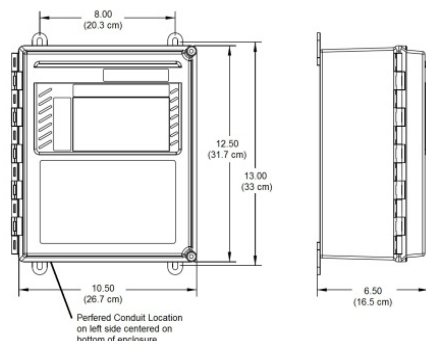

Figura 1
Paso 3: Consulte el diagrama de los recintos de la serie APEX (Figura 1). Observe las ubicaciones sugeridas en la parte inferior o en el lado izquierdo de la caja del supresor para perforar los agujeros para dirigir el conducto desde la fuente de alimentación de CA hasta el conjunto del supresor. Las aberturas destinadas a dar paso a los conductores del cableado de CA pueden perforarse en cualquier lugar de la carcasa del supresor, siempre y cuando los componentes de la supresión no se dañen o se obstruyan en el proceso.
Paso 4: Consulte la ilustración de montaje (Figura 1) del supresor Serie APEX. Taladre cuatro (4) orificios de montaje en la superficie de montaje. Asegúrese de que los agujeros de montaje estén separados 8" (20,38 cm) uno del otro horizontalmente y estén separados 13" (31,7 cm) verticalmente.
ADVERTENCIA: Existen riesgos de descarga eléctrica graves y/o mortales si no se tiene extremo cuidado durante todas las fases de procedimientos de instalación mecánica y eléctrica, Figura 1: Detalles de montaje